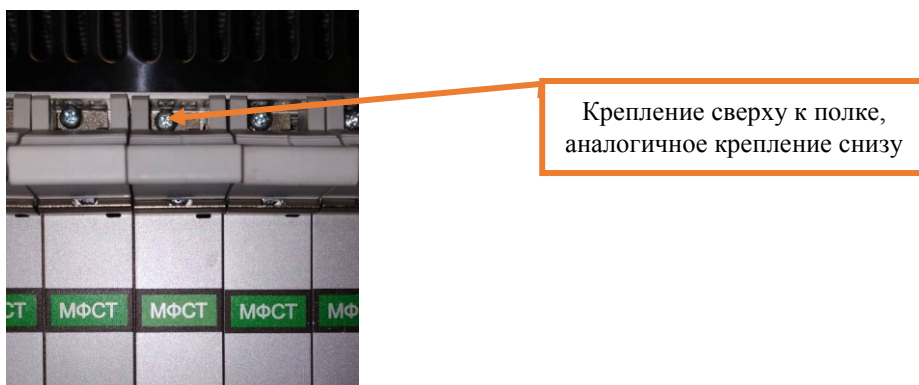

Рисунок 26. Крепление модуля МФСТ.
7.7.3 Отвернуть невыпадающие винты крепления в верхней и нижней части лицевой панели модуля МФСТ (Рисунок 26).